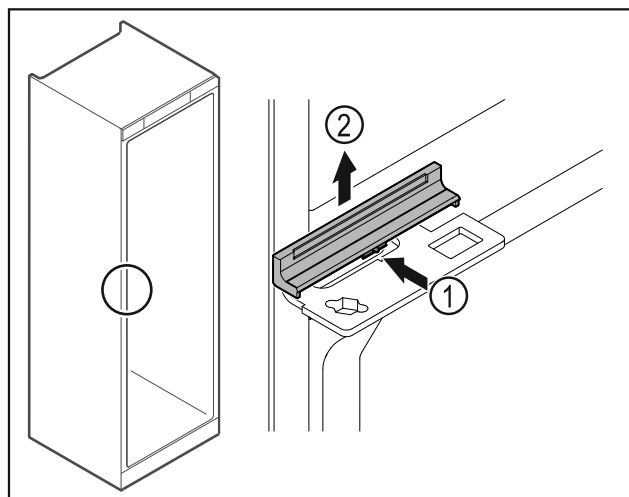

Fig. 43
- Ostonę Fig. 43 (1) należy lekko docisnąć po środku i wyciągnąć do góry Fig. 43 (2).